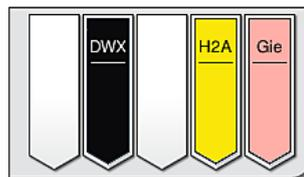

Fig. 89
- Após um rack ter passado pelo processo de coloração, ele é transportado para a gaveta de descarga (→ "Fig. 19-4") e colocado em uma posição disponível (→ "Fig. 89"). O usuário é informado sobre isto através de uma mensagem de informações e um aviso sonoro.